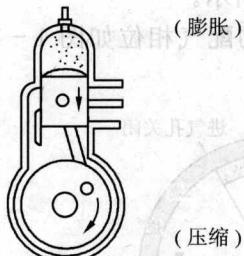

图 1-11 膨胀
再塞① 在燃烧室内,燃烧气体的气压越来越高,使活塞被推下来。这时,因进气孔被关闭,从而曲轴箱内的混合气体被压缩(一次压缩)。如图 1-11 所示。